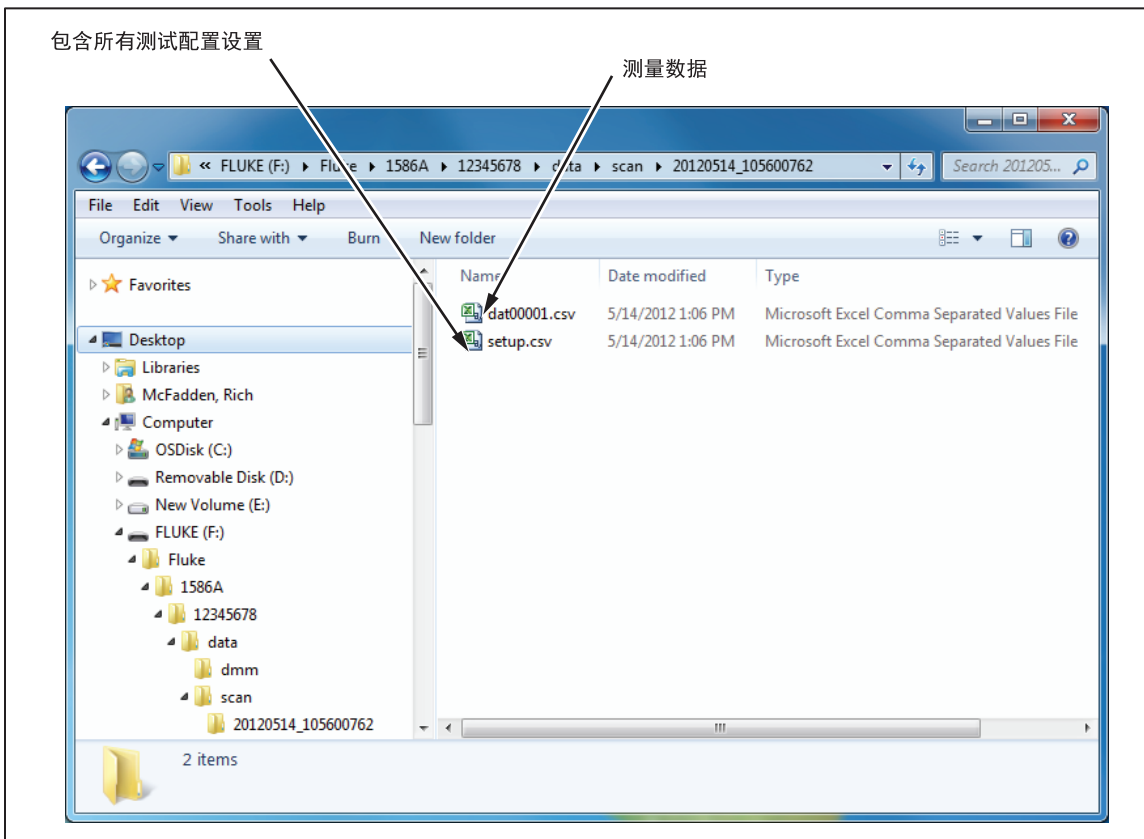

图 4-9. Setup.csv 和 Dat00001.csv Files
5. 浏览到数据文件夹，如下所示（有关文件夹结构的示例，请见图 4-9）：
6. 选择要打开的文件，然后双击该文件。以时间戳命名的数据文件夹中包含两份逗号分隔值 (.csv) 文件：**setup.csv** 和 **dat00001.csv**。setup.csv 文件包含记录数据时配置的所有测试参数。dat00001.csv 文件包含记录的所有测量数据。请见图 4-9。